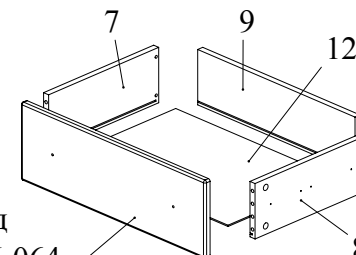

Рис.9
- Скрепить конфирматами 7x50 боковины и задник ящика, вставить в паз дно ящика из ДВП 12. Установить фасад ящика 10 и зафиксировать, повернув конфирматным ключом головки минификсов по часовой стрелке до упора (Рис. 9).